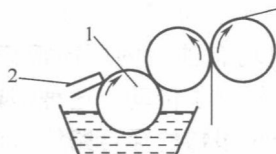

图 0-6 顺向刮刀型输墨系统
b. 顺正向刮刀型输墨系统。这是网纹辊加刮刀的单辊输墨系统,如图 0-6 所示。网纹辊 1 直接在墨槽内着墨,刮刀 2 顺着网纹辊旋转方向,刮去网纹辊 1 表面多余的油墨。